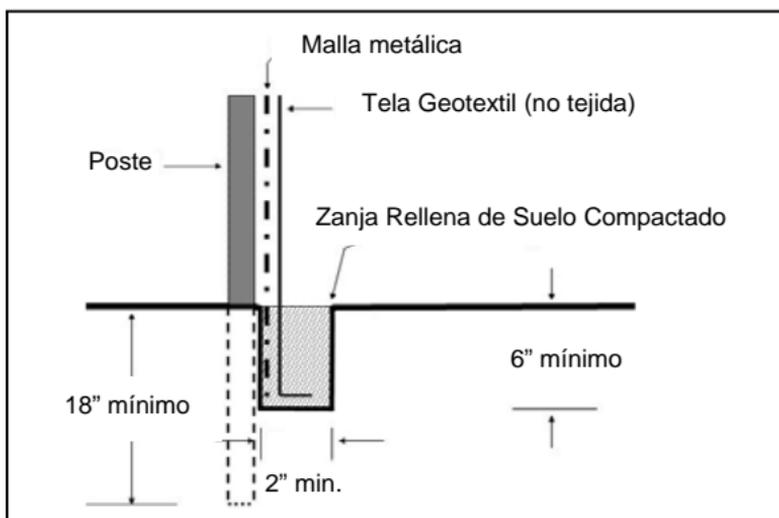

Figura SB-2 Detalles para la instalación de barreras de cieno Tipo A y B.
- Rellene la zanja con suelo compactado (vea Figura SB-2).